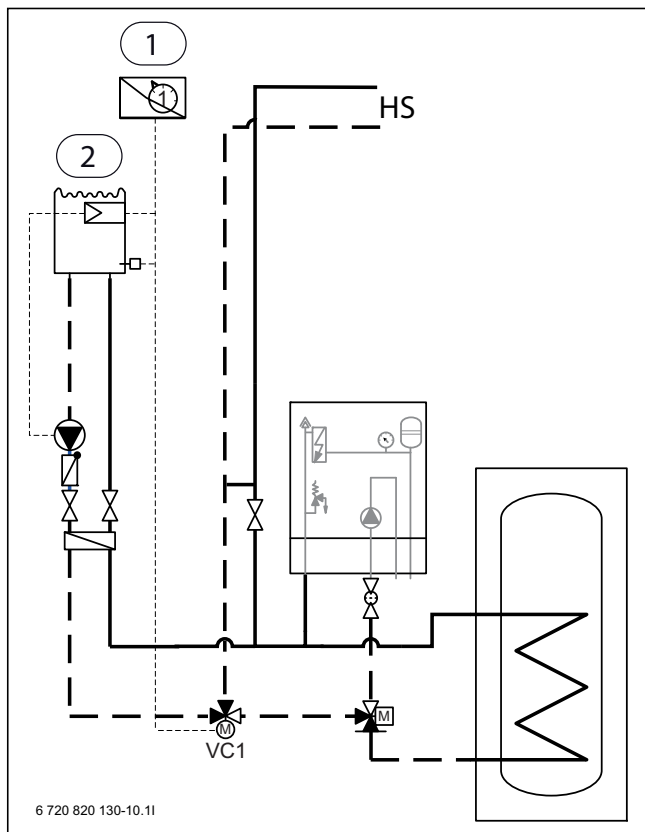

Рис. 48 Пример отопительной системы с бассейном
- Установите смеситель бассейна в обратную линию к внутреннему блоку (→ [VC1] рис. 48).